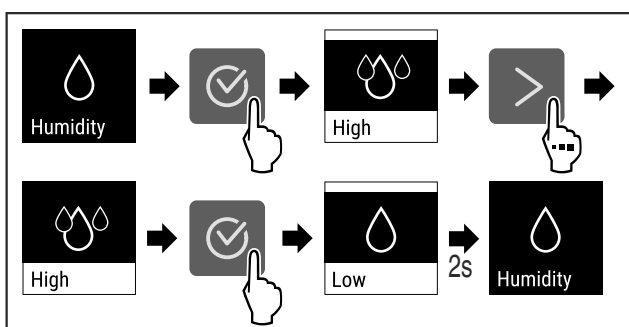

Fig. 95
- ▶ Proved'te akční kroky (viz Fig. 95).